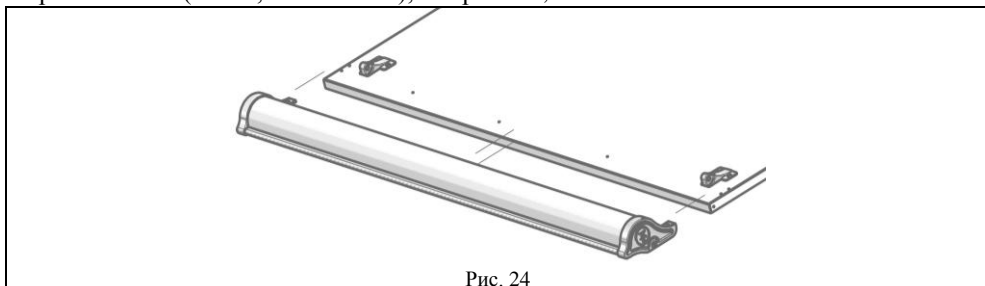

Рис. 24
4.5.4. Сборку по п. 4.5.3. установить на сборку по п. 4.5.1. и закрепить саморезами с прессшайбой (поз. 2, пакет № 75), см. рис. 24, 24а.
Рис. 24а